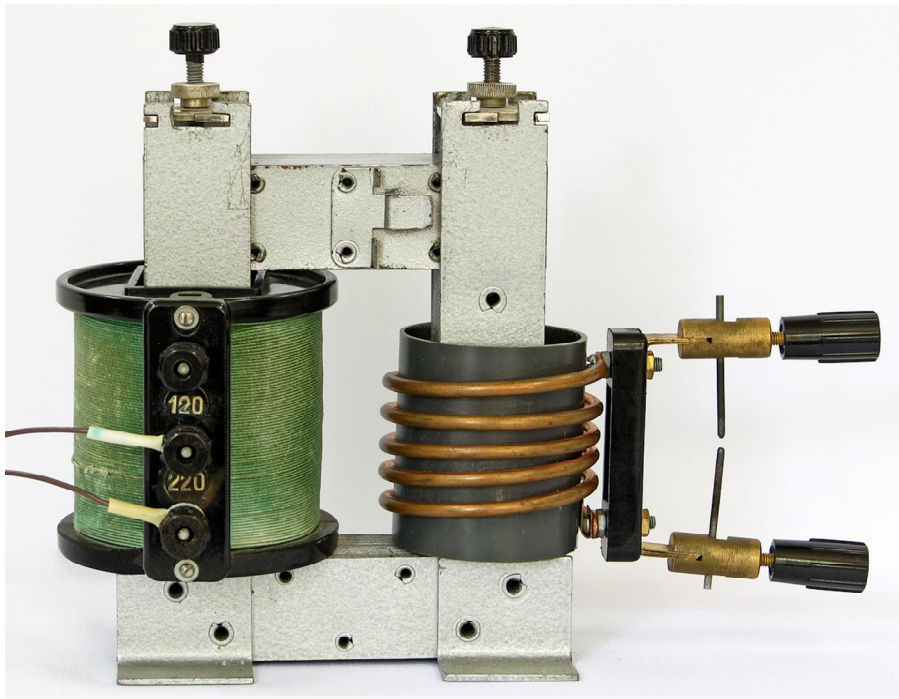

Рис. 13
1. Зберіть установку, зображену на рис. 13. Через вимикач приєднайте котушку до мережі 220 В.